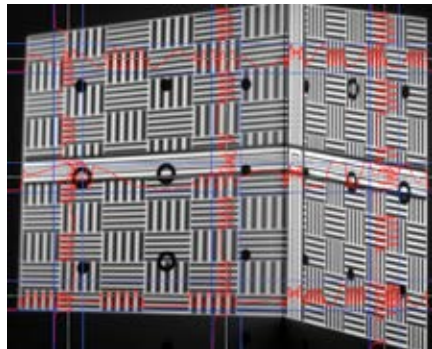

Abb. 4.11: Ideales Live-Kamerabild zur Kalibrierung
5. Überprüfen Sie das Kamerabild: In den Bereichen, in denen die Wellen sichtbar sind, dürfen die roten Intensitätskurven nicht die blauen Grenzen erreichen. Falls das zu scannende Objekt deutlich dunkler ist als die weißen Glaskalibrierflächen, werden die Sinuskurven nun übersteuert sein. Korrigieren Sie dies vorübergehend, indem Sie den Regler „Projektor-Helligkeit“ reduzieren. Das Kamerabild sollte zur Kalibrierung ungefähr wie in Abb. 4.11 gezeigt aussehen.